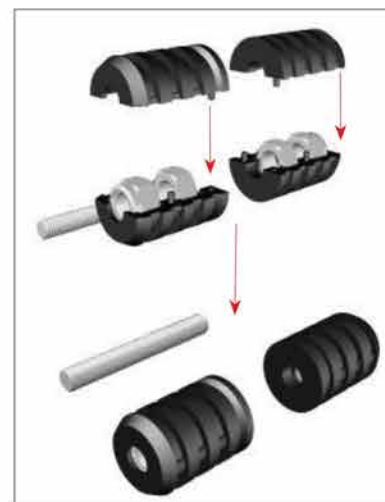

fig. 3
- Inserire il dado autobloccante (3) nella sede in corrispondenza dello smusso e con l'anello rivolto verso lo smusso
- Inserire il dado (2) nell'altra sede
- Assemblare i gusci con le rispettive parti (fig.3)